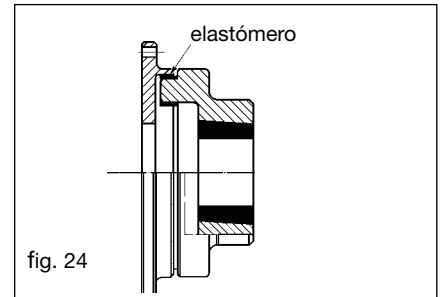

fig. 24
13.12 Sustitución de los elastómeros del acoplamiento GBF (fig. 24)